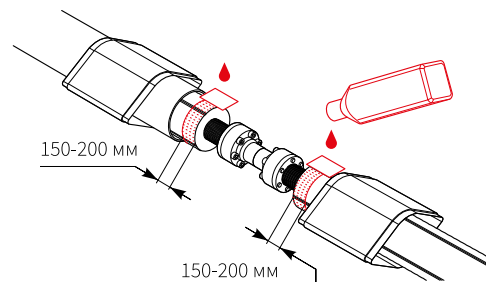

Рис. 4.7.3
3. Обезжирить растворителем (или другим спиртосодержащим раствором) защитную оболочку труб с обеих сторон от стыка на расстоянии 150–200 мм (рис. 4.7.3).